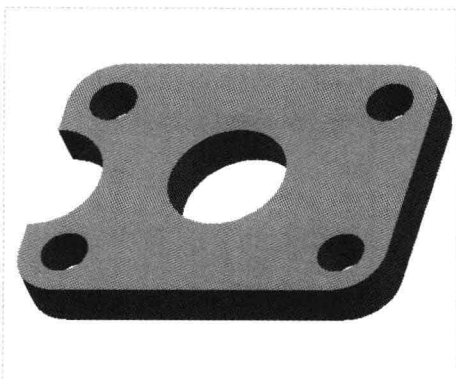

图 7-80 镜像复制实体特征
Step 04 单击“应用并保存在工具中所做的所有更改,然后关闭工具操控板”按钮,即可镜像复制实体特征,如图 7-80 所示。